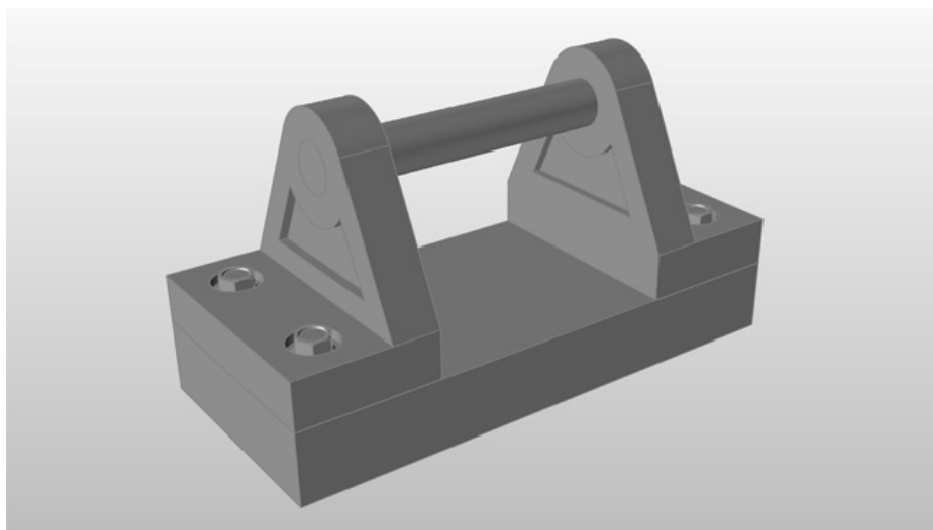

图 3-38
9) 按〈A〉键显示所有零件，此时操作结束，如图 3-38 所示。